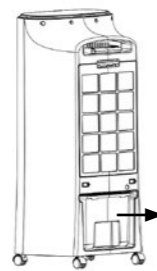

Abbildung 1
1. Entnehmen Sie den Wassertank. Abbildung 1.